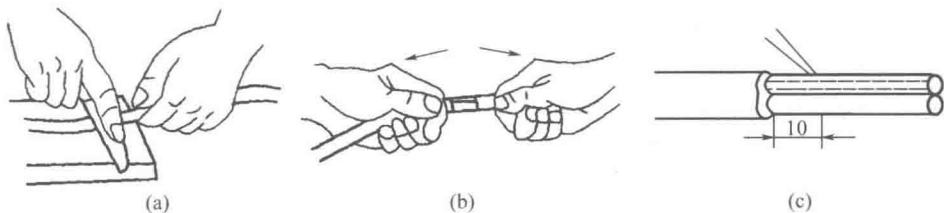

图 1-14 铅包线绝缘层的剖削
① 先用电工刀围绕铅包层切割一圈,如图 1-14(a)所示。
② 接着用双手来回扳动切口处,使铅层沿切口处折断,把铅包层拉出来,如图 1-14(b)所示。
③ 铅包线内部绝缘层的剖削方法与塑料硬线绝缘层的剖削方法相同。